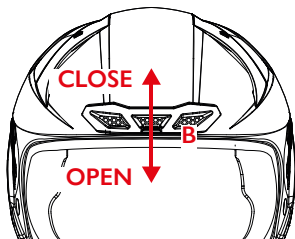

ABBILDUNG 4
LUFTÖFFNUNG VORNE — B — Abbildung 4
- Abbildung 4: Bewegen Sie den zentralen Cursor nach oben, um die Luftöffnung zu schließen. Bewegen Sie ihn nach unten, um die Luftöffnung aufzumachen.